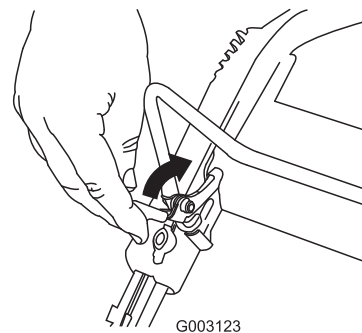

Figure 14
1. Tirez le verrou de la barre de commande en arrière (Figure 14).